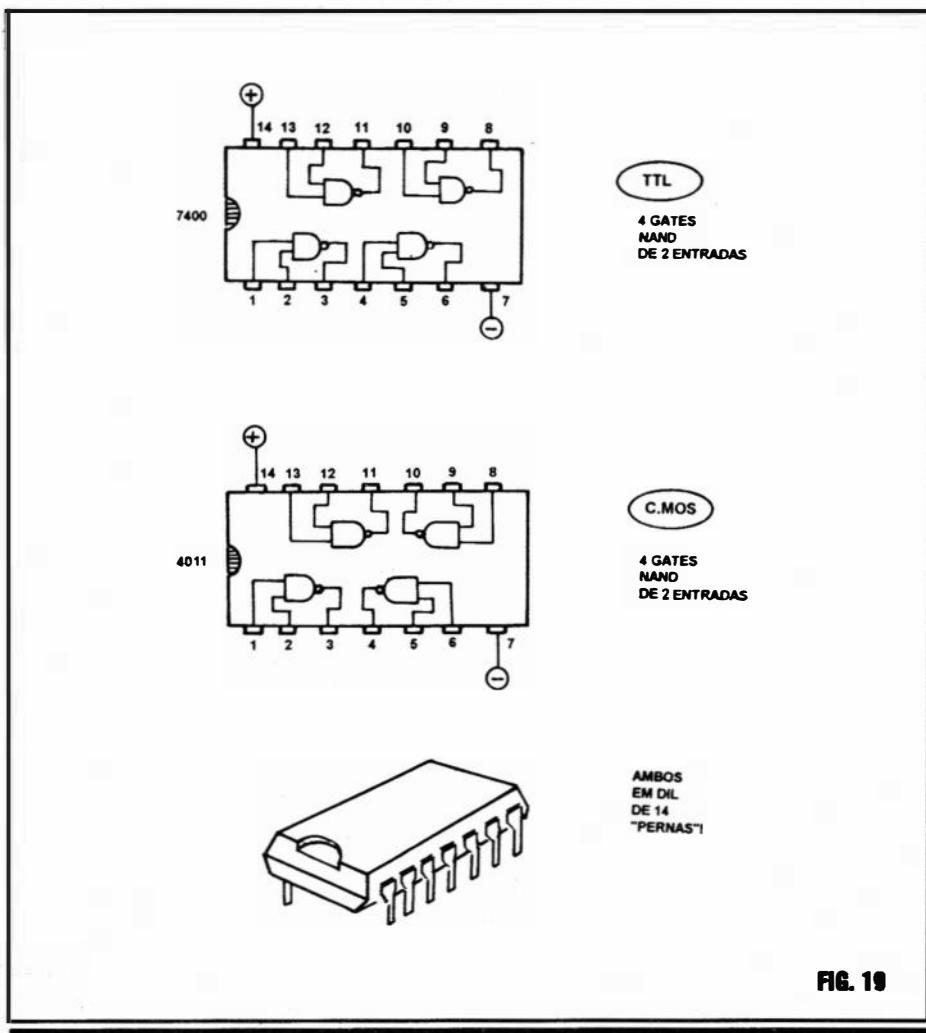

FIG. 19
- FIG. 19 - A REPRESENTAÇÃO ESQUEMÁTICA, A APARÊNCIA, A PINAGEM E O CONTEÚDO DOS INTEGRADOS DIGITAIS MAIS COMUNS... - Nos esquemas de circui-
- A posição ou “número” dos pinos correspondentes às ligações da **alimentação**. Embora nos dois exemplos mostrados na fig. 19, o **positivo** esteja no pino 14 e o **negativo** no pino 7, tais “localizações” não são “universais”... Mesmo porque existem, nas duas famílias, Integrados com 16 “pernas” ou mais (no caso dos exemplos, ambos coincidentemente têm 14 pinos...).
indicada junto ao diagrama de todo o **chip**, quando desenhado “em bloco” (como na fig. 19...).
- Outra coisa: embora nos diagramas da fig. 19 os pinos de alimentação sejam mostrados **sem** conexões aparentes internas, na verdade **todos** os *gates* existentes **dentro** de ambos os exemplos (e, obviamente, em todo e qualquer Integrado digital...) recebem simultaneamente a dita alimentação, necessária ao seu funcionamento...!